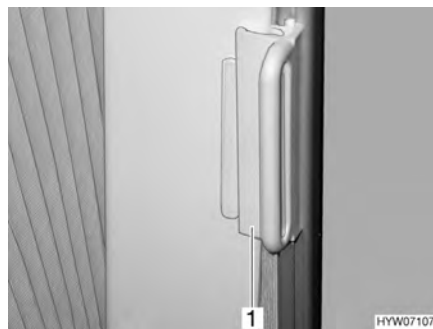

Fig. 21 Dispositif de verrouillage pour dispositif occultant plissé pour la fenêtre côté conducteur/passager
- Pousser sur la pièce de fixation les dispositifs occultants plissés pour les fenêtres côté conducteur et côté passager avec la poignée (Fig. 21,1). Le dispositif occultant plissé est bloqué.